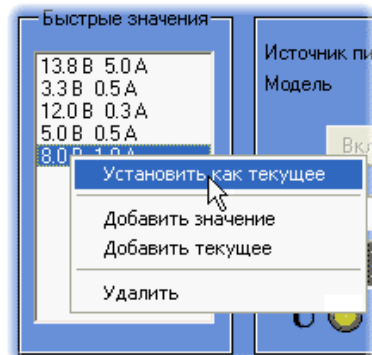

Рис. 8
**9.2 Быстрые значения.** В данном информационном окне (рис. 8) можно создать свой список часто используемых значений выходных параметров источника питания. Наведя курсор мышки на данное окно, и нажав правую кнопку мышки один раз можно выбрать следующее: